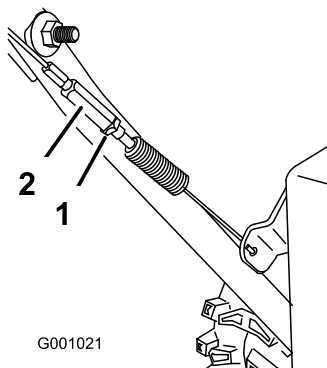

Figure 40
3. Resserrez l'écrou de blocage (Figure 40).